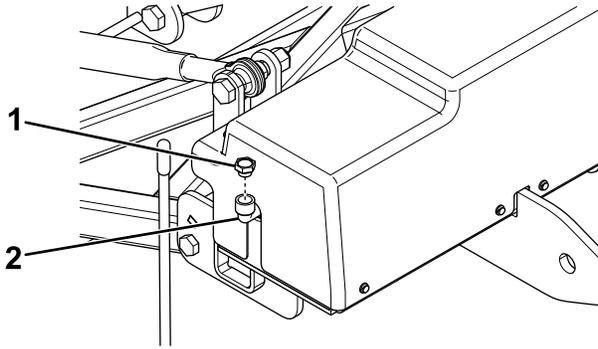

Figura 28
- Limpie la zona alrededor del tapón de llenado (Figura 28).
- Retire el tapón de llenado del depósito hidráulico (Figura 28).
- Llene lentamente el depósito con fluido hidráulico de alto rendimiento BOSS hasta el fondo del codo de llenado (Figura 28).